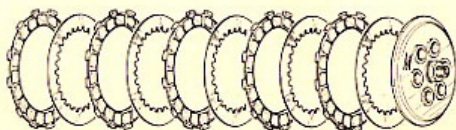

FIG. 45 Gruppo frizione
- 20) Montare il gruppo dischi frizione seguendo la progressione indicata in fig. 45, quindi le molle e relative viti di fissaggio bloccandole con $0,3 \div 0,4 \text{ kgm}$.